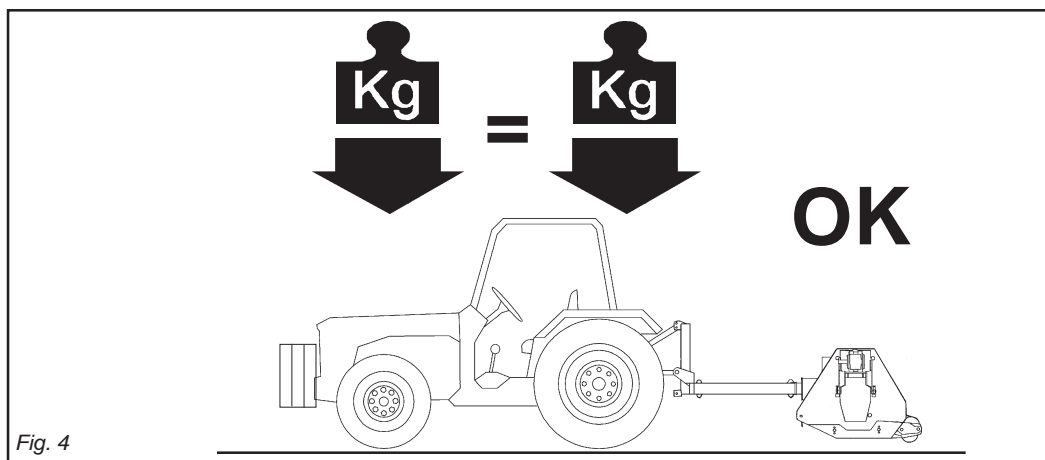

Fig. 4
- 8) L'applicazione della macchina al trattore, comporta una diversa distribuzione dei pesi sugli assi. È consigliabile pertanto aggiungere apposite zavorre nella parte anteriore del trattore in modo da ripartire adeguatamente il peso sugli assi (Fig.4).
- 8) *Assembly of a implement on the tractor will shift the weights on the axles. It is therefore advisable to add weights to the front part of the tractor in order to balance the weights on the axles themselves (Fig. 4).*
- 8) L'application d'un équipement supplémentaire au tracteur entraîne une répartition différente des poids sur les essieux. Ajoutez donc les masses de lestage nécessaires à l'avant du tracteur de manière à équilibrer les poids (Fig. 4).
- 8) *Der Anbau eines Zusatzgerätes am Schlepper führt zur Verlagerung der Achslasten. Am Schlepper ist daher Frontballast anzubringen, um das Gleichgewicht wieder herzustellen (Abb. 4).*
- 8) La aplicación de un equipo adicional al tractor, implica una distribución del peso distinta sobre los ejes. Es aconsejable por lo tanto agregar oportunos contrapesos en la parte delantera del tractor para así equilibrar los pesos sobre los ejes (Fig. 4).